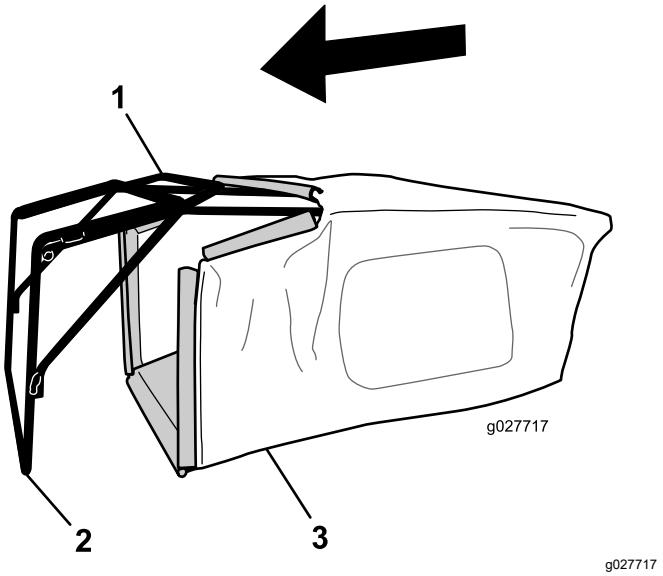

Figure 7
- Glissez le bac sur l'armature, comme montré à la Figure 7.
Remarque: Ne passez pas le bac par dessus la poignée (Figure 7).